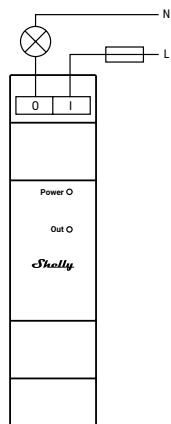
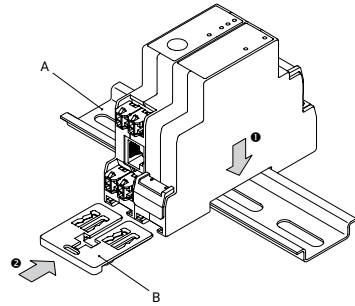

Fig. 1
Fig. 4
Posizionare Shelly Pro 3EM con lo Shelly Switch Add-on collegato sulla guida DIN fig. 4(A) e inserire la staffa di montaggio doppia in dotazione fig. 4(B) per fissare i dispositivi collegati alla guida DIN. È ora possibile procedere al collegamento dei cavi come mostrato in Fig. 1.
Coloque Shelly Pro 3EM con Shelly Switch Add-on en el carril DIN fig. 4(A) e inserte el soporte de montaje doble suministrado fig. 4(B) para fijar los dispositivos al carril DIN. Ahora puede proceder a conectar los cables como se muestra en la imagen 1.
Coloque o Shelly Pro 3EM com o Shelly Switch Add-on anexado no trilho DIN fig. 4(A) e insira o suporte de montagem duplo fornecido fig. 4(B) para fixar os dispositivos conectados ao trilho DIN.